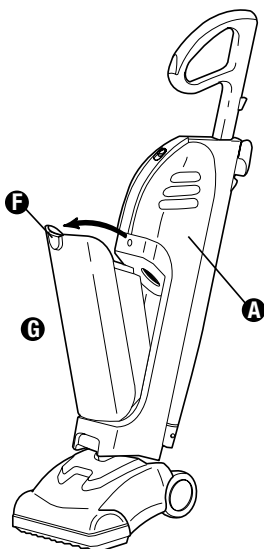

FIG. 4
Step 2: Rotate dust cup **G** out from body **A** (Fig. 4).
Paso 2: Gire el recipiente para polvo **G** para separarlo del cuerpo (Fig. 4).
2 Étape: : Faites pivoter le bac à poussière **G** pour le sortir du corps **A** (Fig. 4).